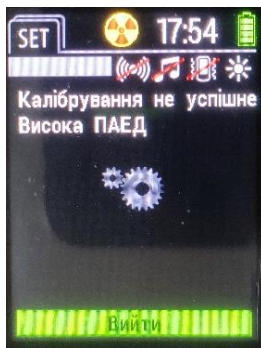

Рисунок 35 – «Калібрування не успішне»
- **«Калібрування не успішне Висока ПАЕД»** - що означає, що навколо приладу підвищений фон, тому потрібно знайти місце з природним фоном гамма ПАЕД, та повторити калібрування (рис. 35).